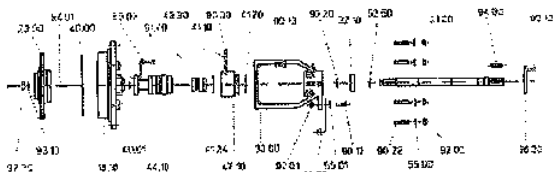

Figura 2
3. Svitare il dado dell'albero 92.20 e togliere la rondella di sicurezza 93.10 (Figura 2).